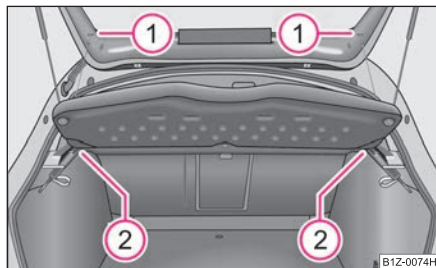

Fig. 83 Desmontaje de la cubierta del maletero
- Desenganchar las cintas de sujeción en la tapa de maletero ① ⇒ fig. 83.
- Extraiga la cubierta de la fijación ② horizontalmente hacia atrás.
- Para volver a efectuar el montaje, introducir primero la cubierta del maletero en la fijación ② y, a continuación, enganchar las cintas de sujeción ① en la tapa de maletero.